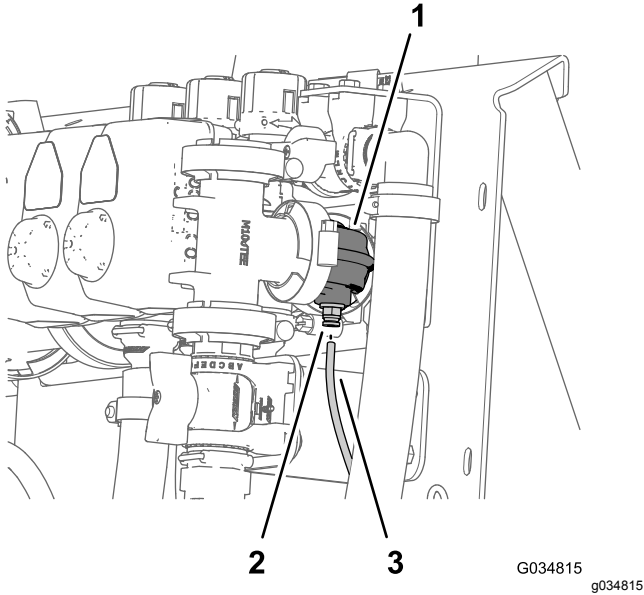
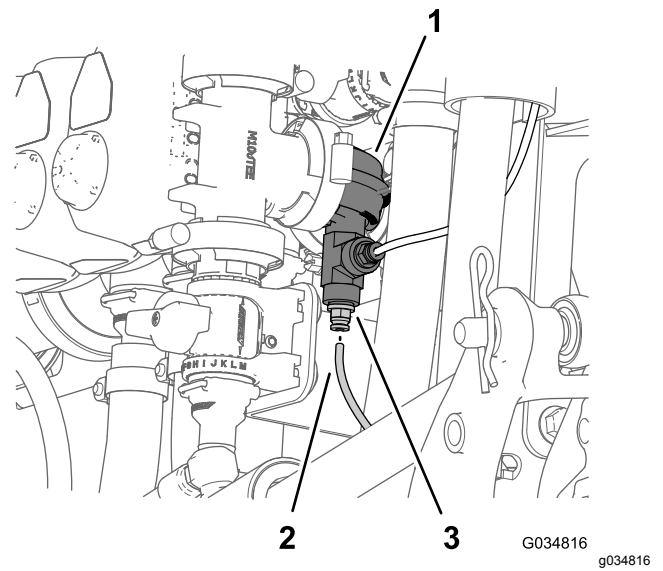

Figura 12
Figura 13
1. Presione el anillo del acoplamiento del tubo en el codo de 90° de la válvula de sección de brazo derecha (Figura 12 o Figura 13).
2. Tire del tubo del sensor de presión del manómetro del salpicadero para sacarlo del acoplamiento del tubo (Figura 12 o Figura 13).